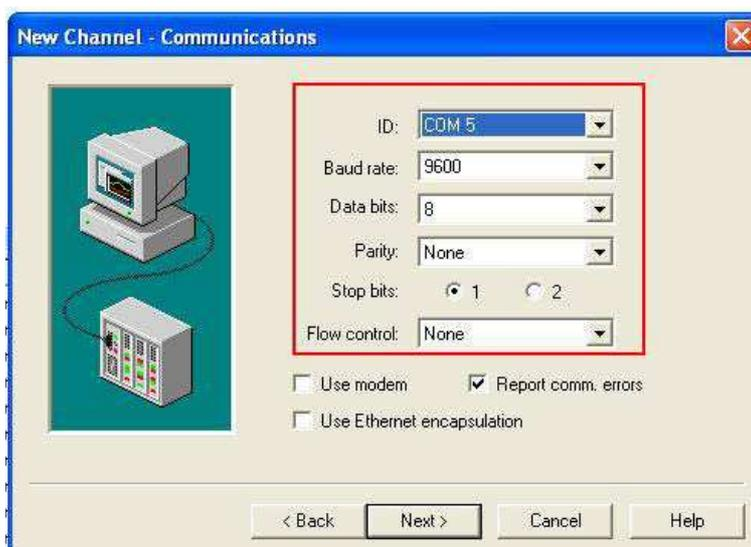

Рис.22
3.3. Далее следует установить параметры последовательного порта. По умолчанию: **ID** = COM5, **baud rate** = 9600, **Data bit** = 8, **Parity** = None. Скорректируйте параметры для взаимодействия с NA-4020/NA4021 (Рис.22):